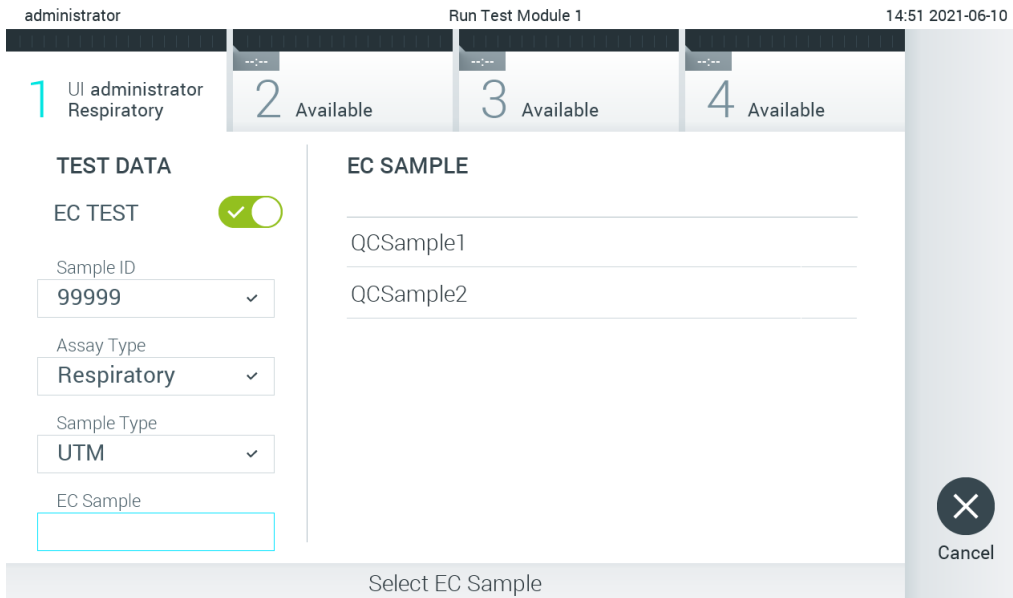

图 92. 选择 EC 样本。
6. 从列表中选择合适的 EC 样本。仅显示选定检测类型的 EC 样本（图 92）。